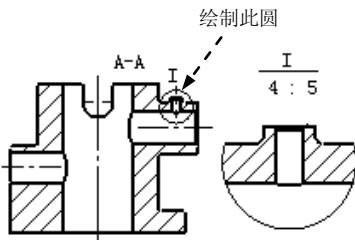

图 9.4.30 创建局部放大图
局部放大图是将机件的部分结构用大于原图形所采用的比例画出的图形。根据需要可以画成视图、剖视图和断面图，放置时应尽量放在被放大部分的附近。下面以图 9.4.30 为例，说明创建局部放大图的一般操作步骤。
Step3. 绘制剖切范围。绘制如图 9.4.30 所示的圆作为剖切范围。